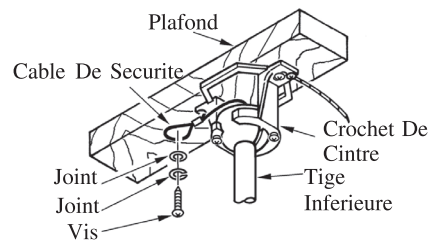

FIG.7
3. Installer le câble de sécurité dans la structure d'immeuble (Voir fig.7)